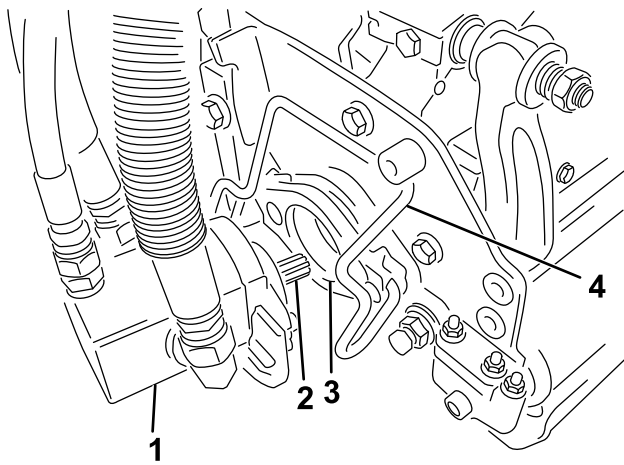

Figure 48
5. Enduisez de graisse propre l'arbre cannelé du moteur de l'unité de coupe (Figure 48).
6. Insérez le moteur dans le côté gauche de l'unité de coupe (vu de la position de l'utilisateur) et tirez la barre de retenue du moteur située sur l'unité de coupe vers le moteur jusqu'à ce que vous entendiez un déclic des deux côtés du moteur (Figure 48).